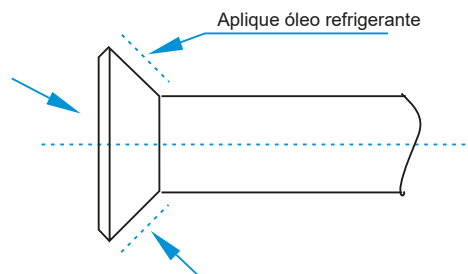

Figura 20
- Antes da tampa do flange ser instalada no flange do tubo, aplique um pouco de óleo refrigerante no flange (dentro e fora) e, em seguida, gire-o três ou quatro vezes antes de apertar a tampa. Consulte a Figura 20.